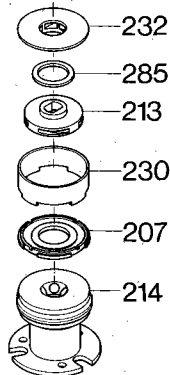

Fig. 1
Colocar el anillo intermedio y la junta sobre la cámara de aspiración, pos. 214. Montar el impulsor, pos. 213, sobre el eje y prensarlo contra la junta, pos. 207. El cuello del impulsor debe encajar en el agujero de la junta. Montar la arandela, pos. 285, sobre el impulsor. Montar los elementos de guía, pos. 232, sobre el anillo intermedio, ver fig. 1.